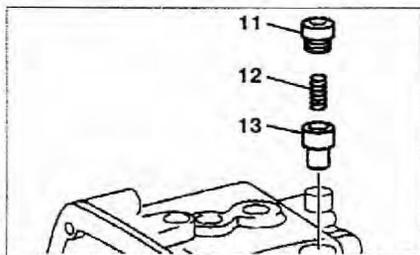

Рис. 4.80. Ослабьте и открутите пробку 11. Снимите пружину 12 и упорную деталь 13 из корпуса коробки передач.
4. Ослабьте и открутите пробку 11 (рис. 4.80). Снимите пружину 12 и упорную деталь 13 из корпуса коробки передач.